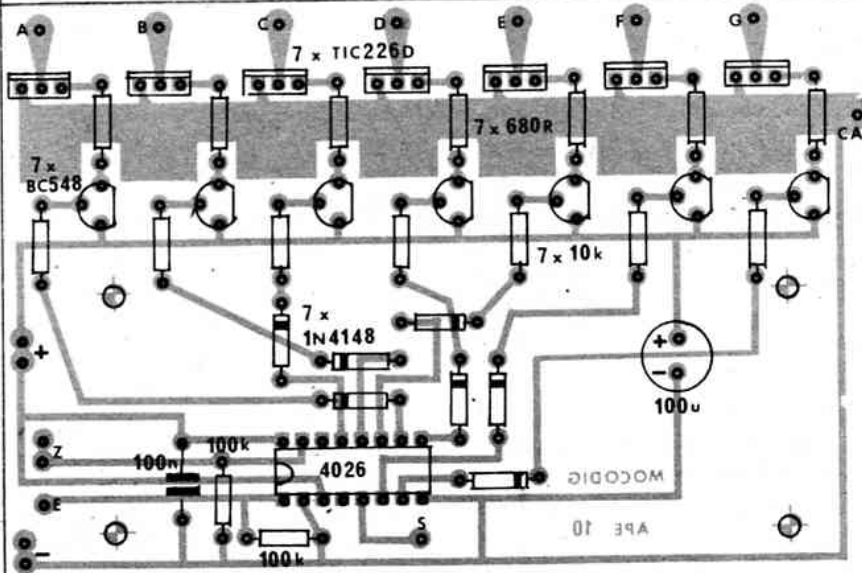

Fig. 3
cionados, é visto no “chapeado” (fig. 3), em todos os detalhes. Atenção ao posicionamento dos TRIACs (todos com a lapela metálica voltada para a borda da placa), transistores, diodos e capacitor eletrolítico. Qualquer inversão na colocação de um desses componentes, será “fatal” (para o funcionamento e para a “integridade” do próprio componente. . .). Cuidado também no posicionamento do Integrado (marquinha voltada para a esquerda, com a placa na posição ilustrada). Notar ainda as codificações adotadas para as ilhas periféricas, às quais serão feitas as conexões externas à placa. Os pontos (+), (-) e (Z) são dotados de duas ilhas cada, apenas para facilitar o “enfileiramento” de vários módulos (simplificando a cabagem inter-módulos).